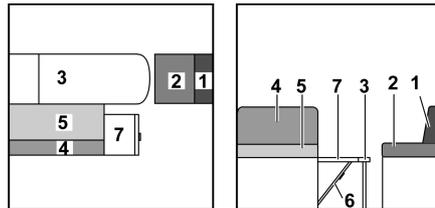

Bild 146 Während des Umbaus
- Sitzbankverlängerung (Bild 146,7) nach oben klappen und mit Klappe verkeilen.
- Das Rückenpolster des Längssitzes (Bild 146,1) abnehmen und beiseite legen.
- Das Sitzpolster des Längssitzes (Bild 146,2) nach vorn bis zum Tisch ziehen.
- Das Sitzpolster der Sitzbank (Bild 146,5) nach vorn auf den Tisch ziehen.
- Das Rückenpolster der Sitzbank (Bild 146,4) umlegen und auf die Sitzbankverlängerung ziehen.
- Das Zusatzpolster (Bild 146,9) zwischen das Sitzpolster und das Rückenpolster legen.
- Die Zusatzpolster (Bild 146,10, 11 und 12) zwischen die Seitenwand und die Polster auf dem Tisch und der Sitzplatte legen.